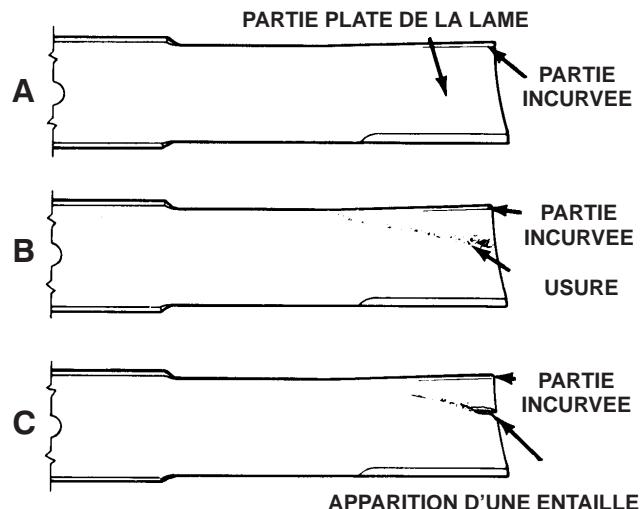

Figure 88
2. Examinez attentivement les tranchants de la lame, particulièrement au point de rencontre des parties plane et incurvée (Fig. 88-A). Le sable et les matières abrasives peuvent éroder le métal à cet endroit, c'est pourquoi il est important de contrôler l'état de la lame avant d'utiliser la tondeuse. Remplacez la lame si elle est usée (Fig. 88-B).